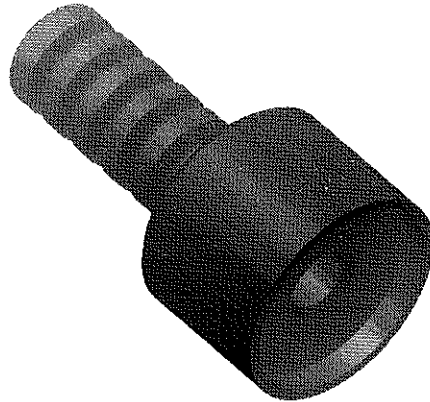

Figura 28
12. Ferramenta de inserção de vedação 177252, 1 unidade; consulte a Figura 28.